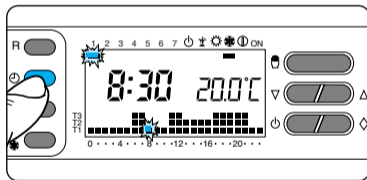

Fig. 20
**3.6** -Premere il pulsante  $\text{⌚}$  (fig. 20).